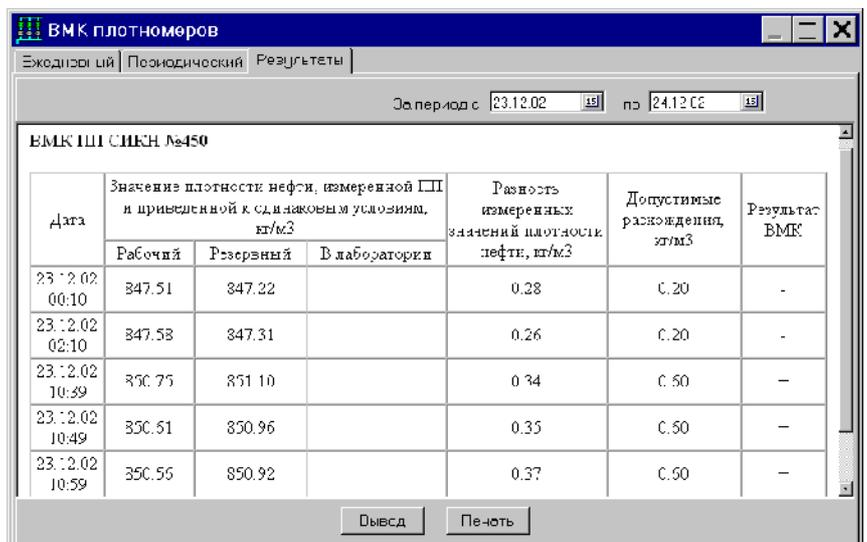

Рис. 24
3.5.10.5 По нажатию закладки **Результаты** открывается окно (Рис. 24), в котором необходимо: